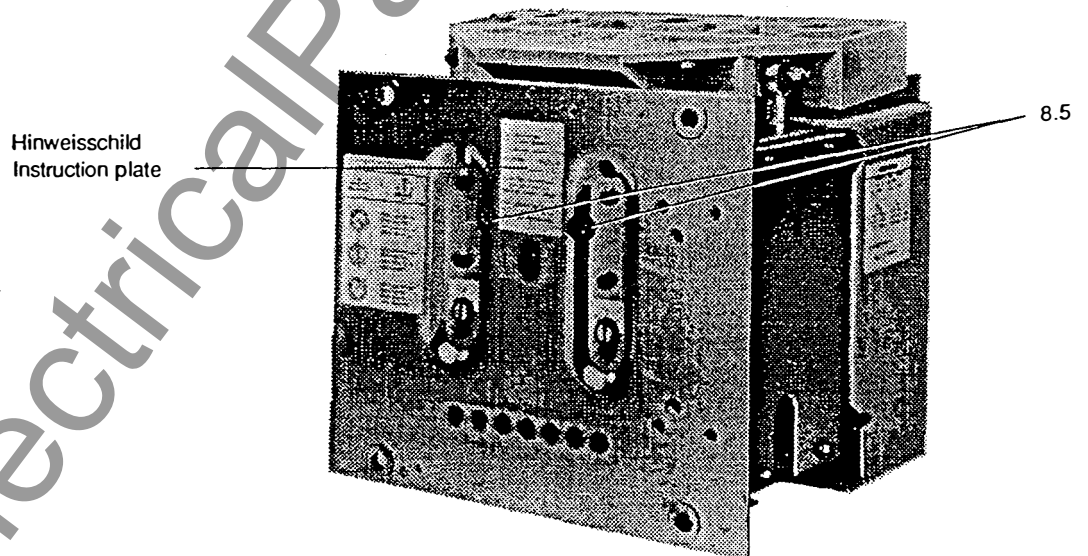

Fig. 7
- Spulenpaar 8.1 (neu) mit Magnetkernen 8.2 und Dämpfungen 8.4 im Vakuumschütz mit den Befestigungsschrauben M8 x 25 (8.5, Fig. 7) und den mitgelieferten Federringen 11.1.4 anschrauben (Anziehdrehmoment 20 Nm $\pm$ 2 Nm)
- Fasten the new coil pair 8.1 along with the magnetic cores 8.2 and damping elements 8.4 in the vacuum contactor using the M8x25 fixing screws 8.5 (Fig. 7) and the spring washers 11.1.4 supplied in the kit (tightening torque 20 Nm $\pm$ 2 Nm)